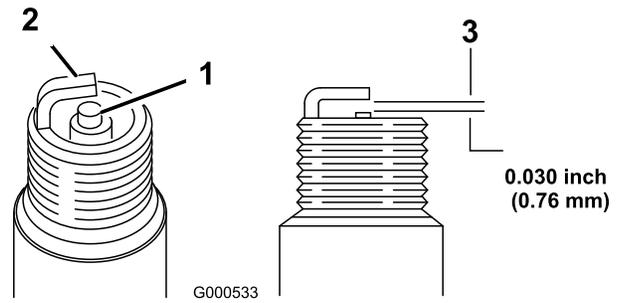

Figure 29
11. Réglez l'écartement des électrodes à 0,76 mm (0,030 po), comme montré à la Figure 29.